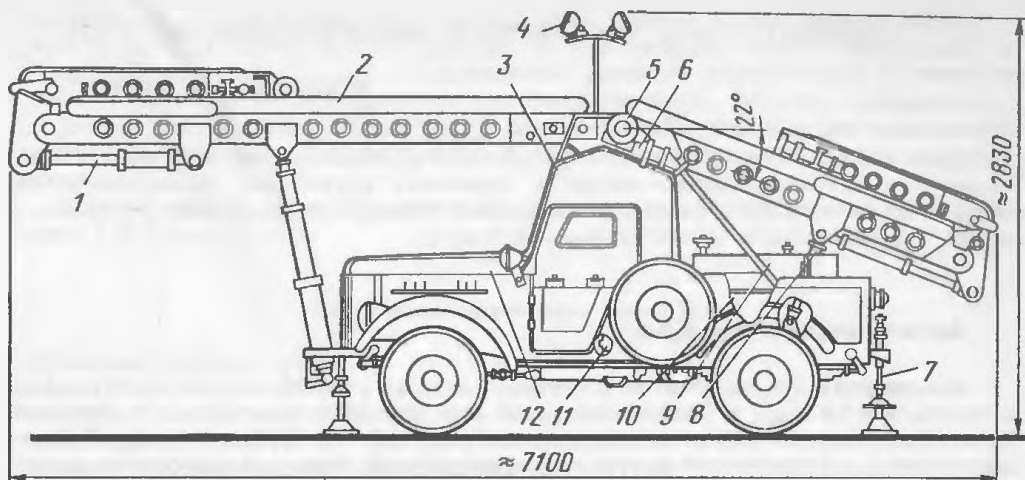

Рис. 113. Автотранспортер АТ-4:
**Конструкция.** АТ-4 смонтирован на базе автомобиля ГАЗ-69 (рис. 113). К специальному оборудованию относятся: транспортер, передний и задний цилиндры подъема и опускания стрелы, силовая установка, гидросистема, электрооборудование, ауригеры.